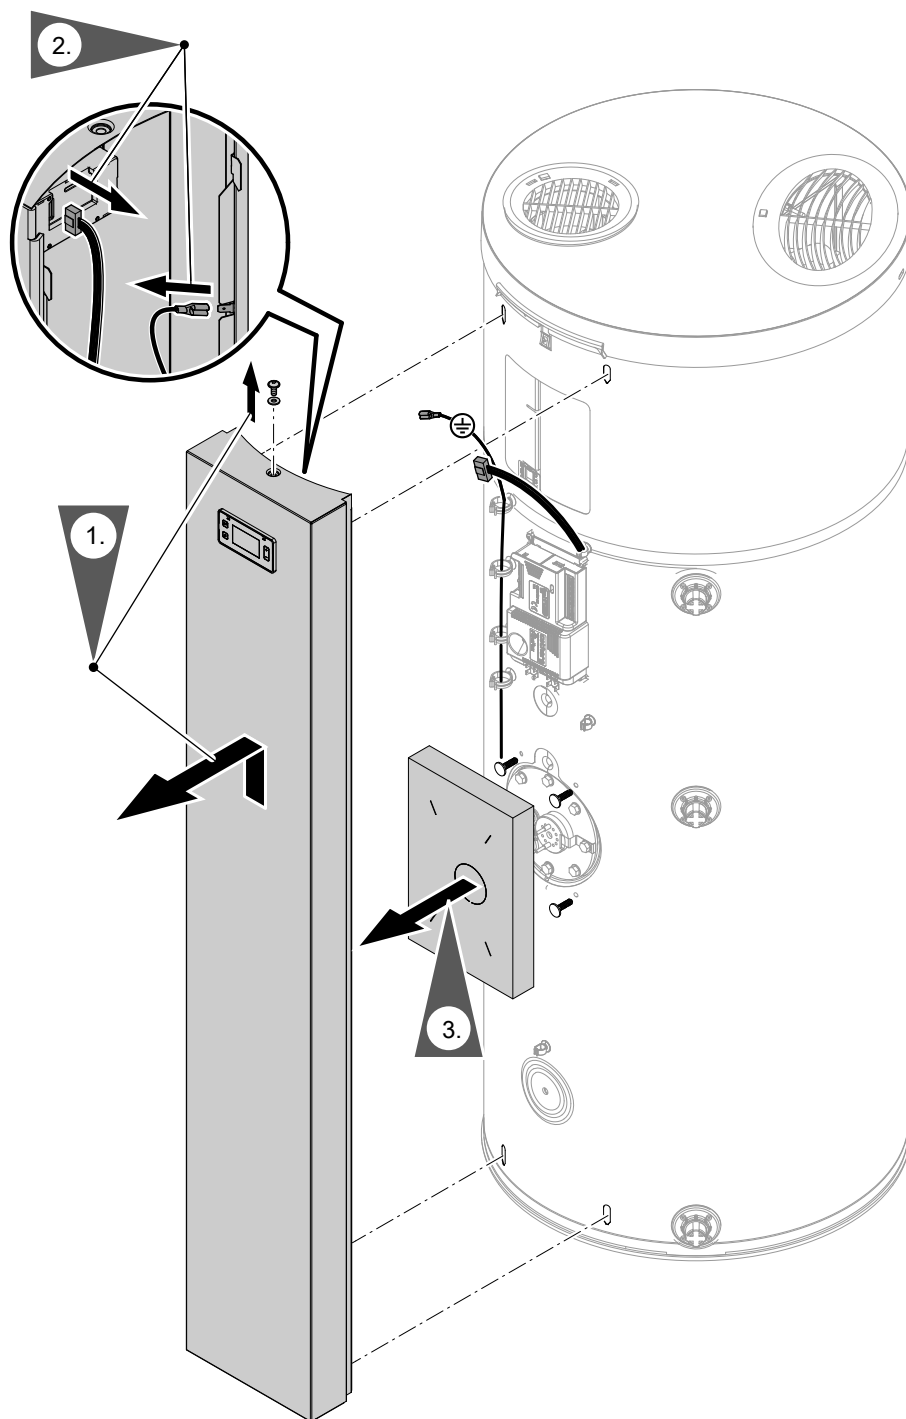

Fig. 28
2. Démontez le plastron de façade, voir fig. 28.
3. Déconnecter les câbles électriques (B) de la régulation de pompe à chaleur (A).
3. Démonter le plastron de façade, voir fig. 28.
12. Monter le plastron de façade avec le câble de mise à la terre, voir fig. 28.
- (A) Régulation de pompe à chaleur
- (B) Réarmement :
- (C) Blanc : réarmé
- (D) Rouge : verrouillé
2. Démonter le plastron de façade, voir fig. 28, page 49.
4. Monter le plastron de façade avec le câble de mise à la terre, voir fig. 28.